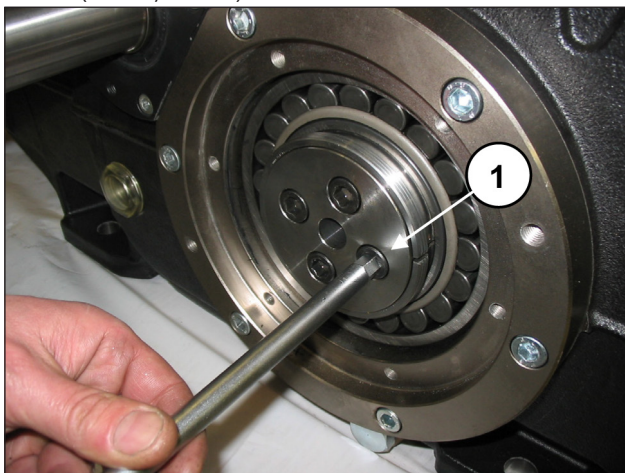
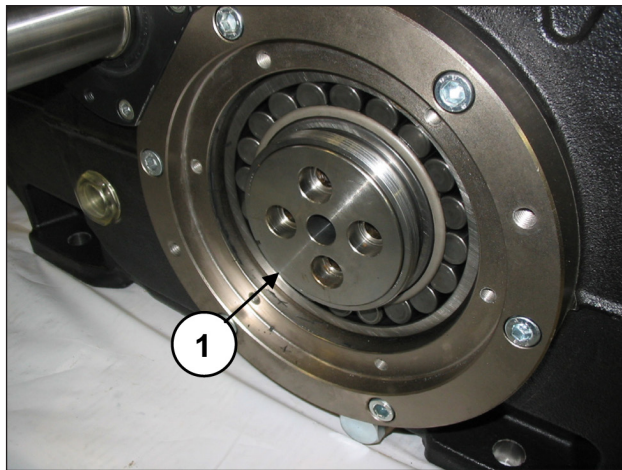

Рис. 13
Рис. 14
Открутите и выньте с обеих стороны винты крепления фланца, который фиксирует втулку (поз. ①, Рис. 13). Фиксирующие фланцы втулки должны остаться на своих местах (поз. ①, Рис. 14).